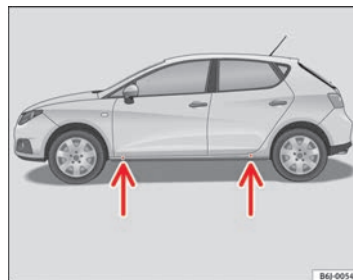

Fig. 135 Points d'appui du cric
- Cherchez sur le bas de caisse le point d'appui le plus proche de la roue à changer ⇒ fig. 135.
Des empreintes sur le bas de caisse à l'avant et à l'arrière du véhicule indiquent les points d'appui du cric ⇒ fig. 135. Un emplacement a été prévu pour chaque roue. Le cric ne doit pas être positionné à d'autres endroits.